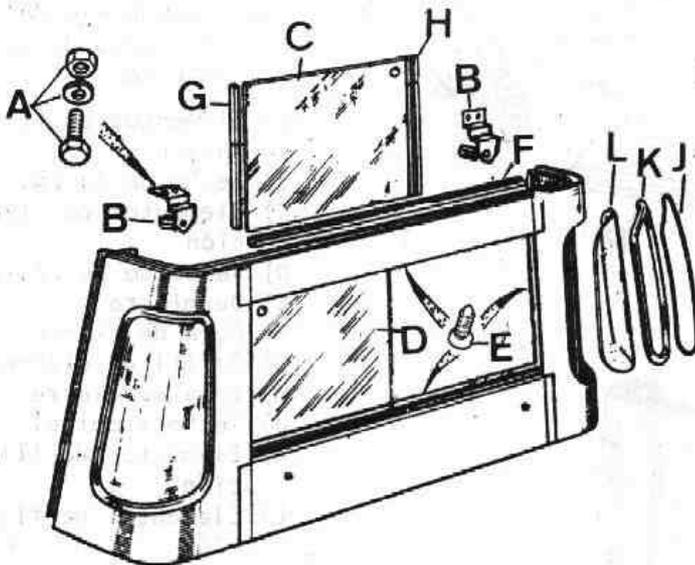

Fig. Q-41 Respaldo de cabina
- 5.1. Soltar los elementos de fijación, A (Fig. Q-41) y desmontar los seguros, B, de los cristales deslizantes, C y D.
- 5.2. Extraer los tornillos de fijación, E (Fig. Q-41) de las guías superiores, F, y desmontar éstas, y los cristales deslizantes, C y D.
- 7.1. Extraer la tira de relleno, J (Fig. Q-41) del perfil de goma, K, fijación -- cristal.
7.2. Extraer el cristal luneta, L (Fig. Q-41) empujándolo hacia el exterior.